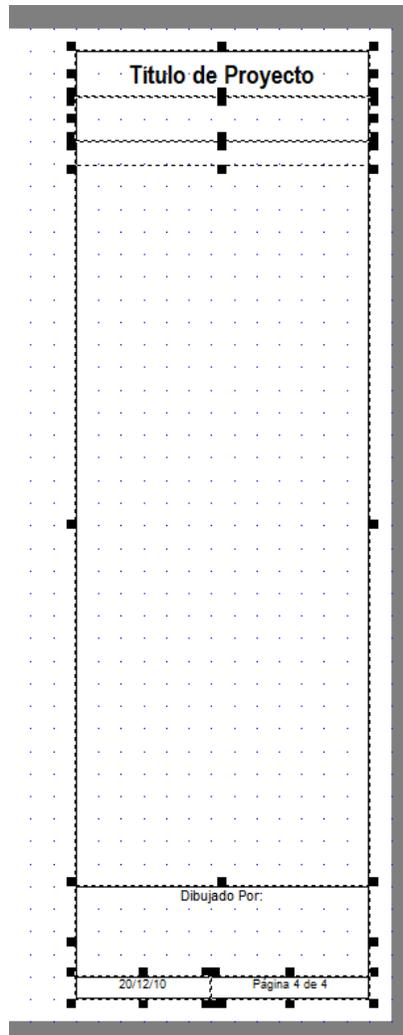

Figura 26-16: Seleccionando Sub-Vistas Múltiples
16. Haga clic y arrastre desde la esquina superior derecha para seleccionar todas las sub-vistas (rectángulos en este caso) componentes del bloque de título, como se muestra en la Figura 26-16.